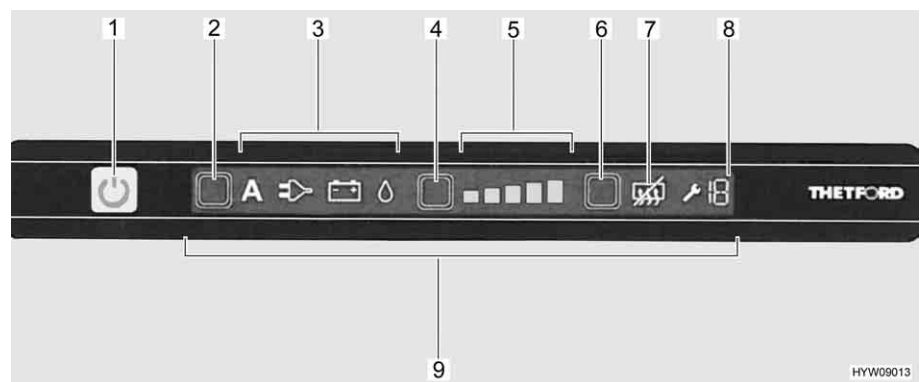

Fig. 104 Elementi di comando del frigorifero
Dopo l'accensione, il frigorifero seleziona automaticamente la regolazione del termostato impostata per ultima. Questa regolazione può essere modificata manualmente tramite il tasto del livello di refrigerazione (Fig. 104,4). Le barre luminose dell'indicatore del livello di refrigerazione (Fig. 104,5) visualizzano la temperatura selezionata sul termostato.
Con il tasto del livello di refrigerazione (Fig. 104,4) viene regolata la temperatura di refrigerazione per i tre tipi di energia. Ci vogliono alcune ore prima che il frigorifero raggiunga la temperatura di esercizio impostata. Cambiando la modalità di funzionamento la regolazione del termostato non viene modificata. La temperatura di refrigerazione è indipendente dal tipo di energia utilizzata.
- Premere il tasto On/Off (Fig. 104,1) per 1 secondo. Il tasto si illumina di verde. Gli indicatori si illuminano per 10 secondi, quindi vengono smorzati per risparmiare energia.
- Premere brevemente il tasto On/Off (Fig. 104,1) in qualsiasi momento. Vengono visualizzate le impostazioni attuali del frigorifero.
- Premere una o più volte il tasto di selezione energia (Fig. 104,2). I simboli modalità di funzionamento (Fig. 104,3) indicano la modalità di funzionamento selezionata.
- Premere il tasto del livello di refrigerazione (Fig. 104,4). L'indicatore del livello di refrigerazione (Fig. 104,5) indica la potenza di raffreddamento impostata.
- Premere il tasto del livello di refrigerazione (Fig. 104,4), finché viene visualizzata la potenza refrigerante desiderata.
- Premere il tasto On/Off (Fig. 104,1) per circa 2 secondi. Tutte le spie si spengono.
- Premere il tasto "Anti-condensa" (Fig. 104,6). Il simbolo di disattivazione della funzione anti-condensa (Fig. 104,7) si illumina.
- Premere nuovamente il tasto "Anti-condensa" (Fig. 104,6). Il simbolo di disattivazione della funzione anti-condensa (Fig. 104,7) si spegne.